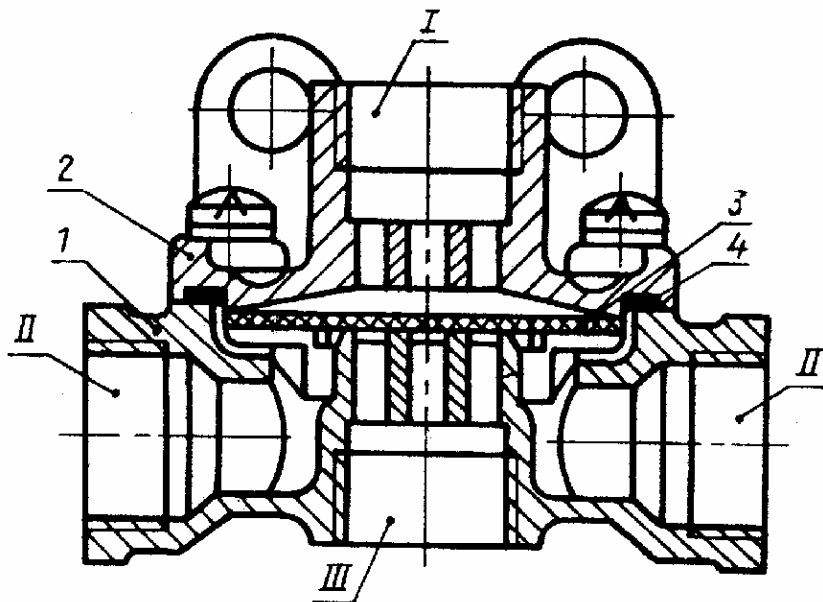

Рис. 75 Клапан быстрого оттормаживания
3. КЛАПАН БЫСТРОГО ОТТОРМАЖИВАНИЯ 100-3518110 (рис. 75)